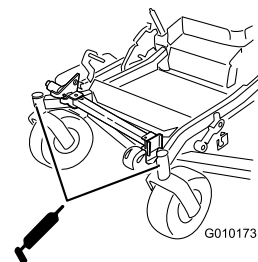

Figure 44
9. Sortez le graisseur Zerk de l'orifice. Remettez le bouchon hexagonal et le capuchon antipoussière en place (Figure 44).